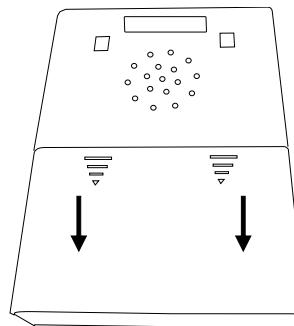

Bild 1: Batterifack i »signolux«-mottagaren
- a) På baksidan finns ett batterifack. Skjut dess lock försiktigt nedåt, så att batterifacket öppnas (se bild 1).